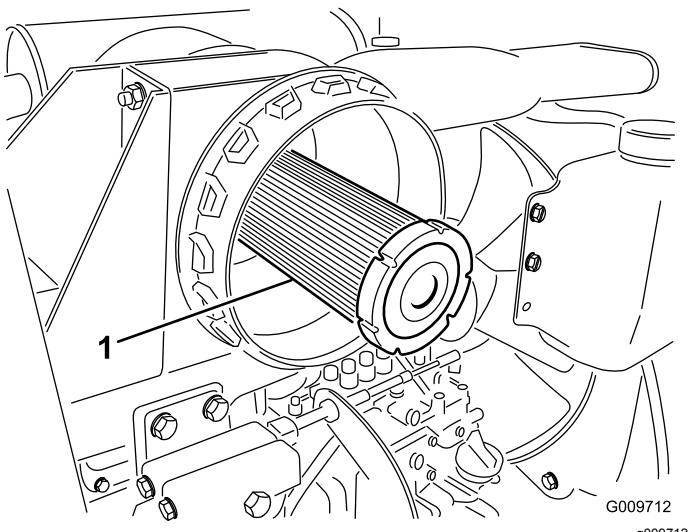

Figure 30
**Important:** N'essayez jamais de nettoyer l'élément de sécurité (Figure 30). Remplacez-le une fois sur trois, quand vous effectuez l'entretien du préfiltre.